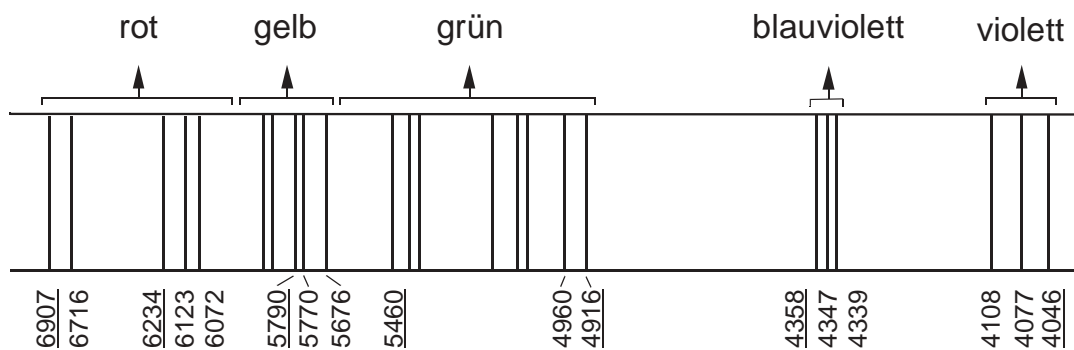

Abb. 1: Schematische Darstellung des Linienspektrums von Quecksilber (Ausschnitt)
2. Messen Sie für die in dem in Abb.1 dargestellten Spektrum unterstrichenen Spektrallinien des Quecksilbers die zugehörigen minimalen Ablenkungswinkel  $\delta_{min}$ . Verwenden Sie dabei die Differenzmethode.